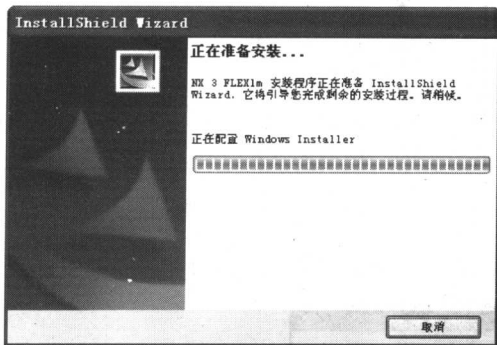

图 1-3 安装步骤 (1)
(5) 选择“中文”安装语言，单击【确定】按钮，然后系统检测计算机配置，如图 1-3 所示。